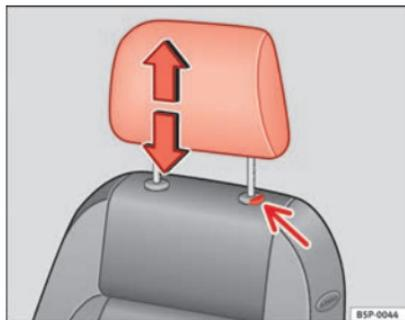

Fig. 71 Réglage ou dépose de l'appuie-tête
- Appuyez sur le bouton ⇒ fig. 71 (flèche).